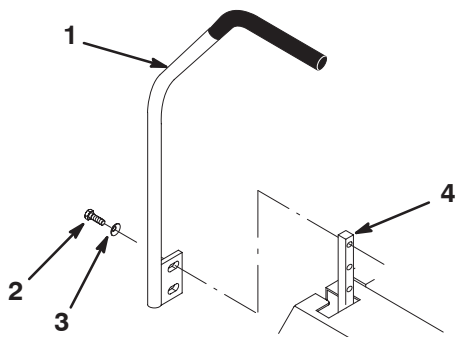

Figure 14
1. Retirez les 2 vis et rondelles bombées qui fixent le levier de commande à l'arbre du bras de commande (Fig. 14).
2. Placez le levier de commande dans les trous suivants et fixez-le en position avec les 2 vis et rondelles bombées. La face concave de la rondelle doit être tournée vers l'arbre du bras de commande (Fig. 14).